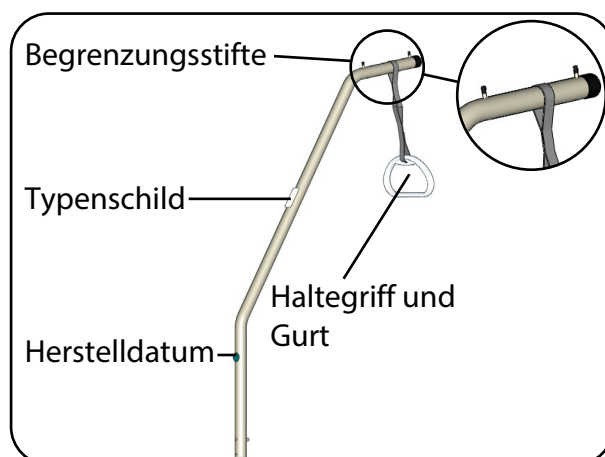

Abb. 6.3.02 – Aufrichter (hier: Rundrohr) mit Haltegriff und Gurt
4. Positionieren Sie die Halteschleife des Gurtes zwischen den beiden Begrenzungsstiften am Aufrichter (Abb. 6.3.02).